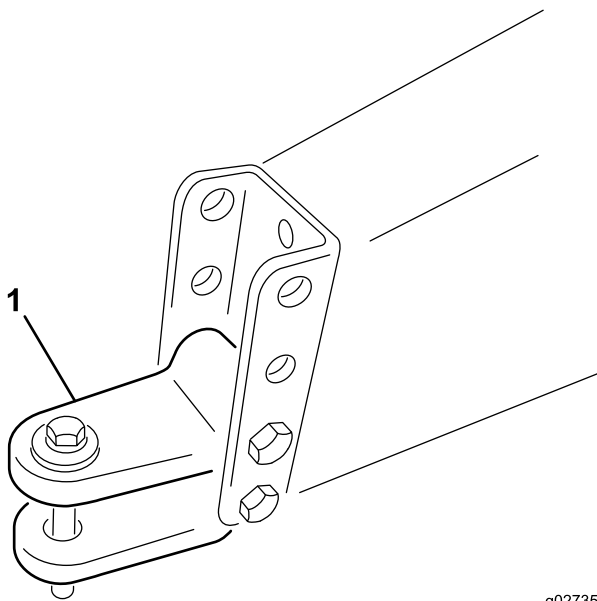

Figura 6
- Retire los pernos y las contratueras que sujetan la horquilla de enganche (Figura 6) al bastidor de la máquina.